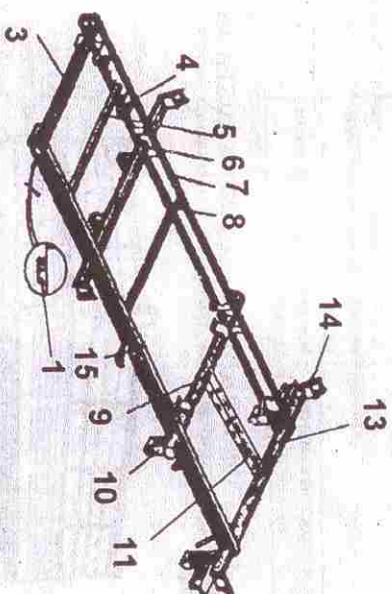

Рис. 3. Рама:
4.2. Рама (рис. 3). Рама сварная состоит из двух лонжеронов швеллерной формы, соединенных между собой поперечинами.